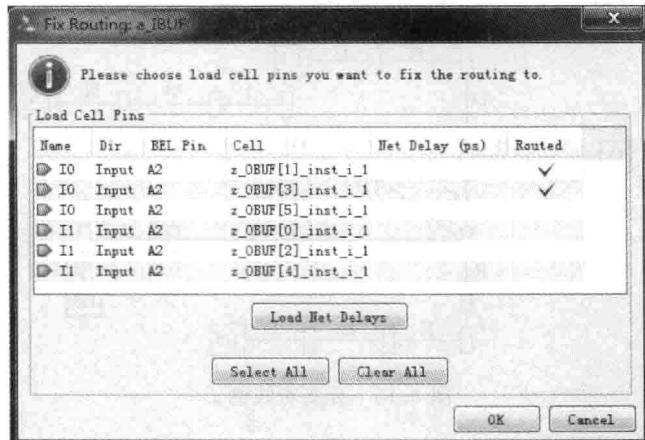

图 8.13 目标负载单元引脚对话框界面
- (1) 进入 Device 视图界面。
- (2) 选择将要布线的网络，在本例中选择 a\_ibuf。
- (3) 单击右键，出现浮动菜单。在浮动菜单内，选择 Enter Assign Routing Mode... 选项。
- (4) 如图 8.13 所示，出现对话框界面，该对话框界面列出了 a\_ibuf 网络所有的负载。